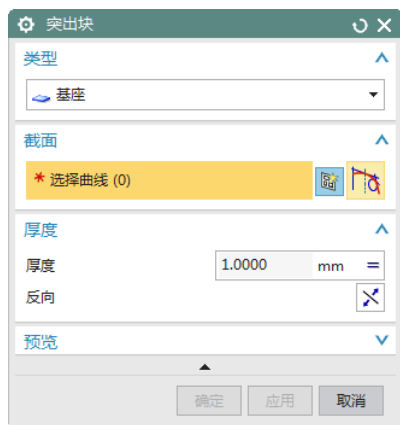

图 5-65 “突出块”对话框
(1) 选择“菜单(M)”→“插入(S)”→“突出块(B)”, 或者单击“主页”选项卡“基本”面组上的“突出块”按钮 , 打开图 5-65 所示的“突出块”对话框。